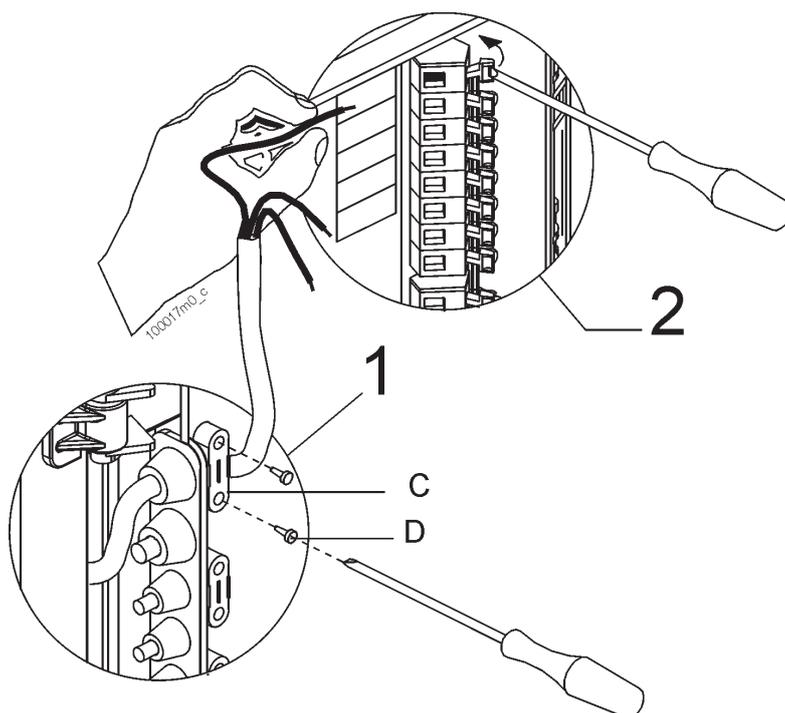

Figura 24 - Collegamento alimentazione
- Per collegare i cavi premere col cacciavite nelle leve di apertura della morsettieria come illustrato in figura 24.
Per collegare i cavi premere col cacciavite nelle leve di apertura della morsettieria come illustrato in figura 24.